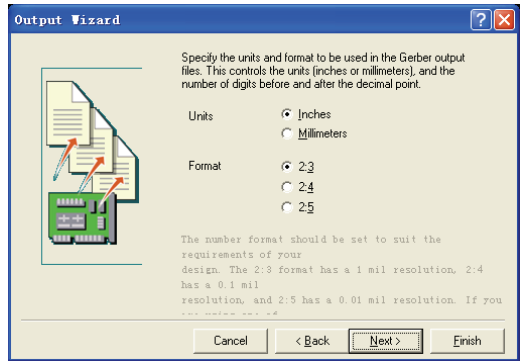

图 6-117 格式设置对话框
4) 单击“Next”按钮，系统将弹出如图 6-117 所示的格式设置对话框，可以选择单位（Inches 或 Millimeters），然后还可以选择单位格式（其中 2:3 格式单位的分辨率为 1mil，2:4 格式单位的分辨率为 0.1mil，2:5 格式单位的分辨率为 0.01mil），然后单击“Next”按钮。